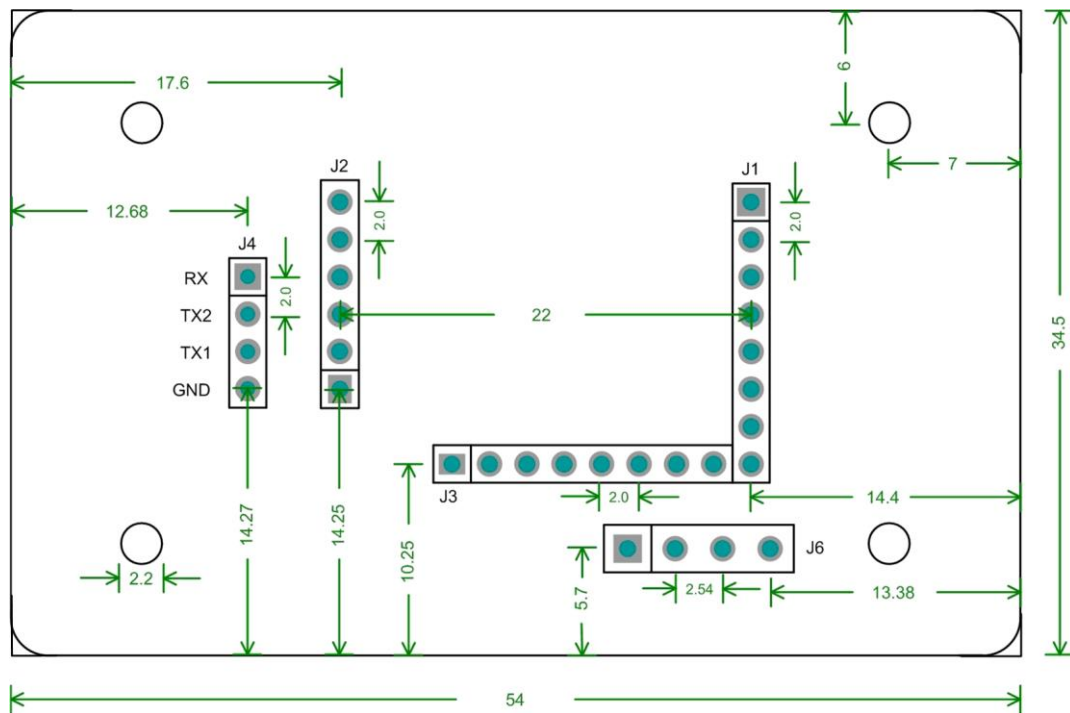

图 1.1 ZLG600A 尺寸图
2.0mm 排针接口 J1、J2、J3、J4 焊盘孔径为：0.7mm；2.54mm 排针接口 J6 焊盘孔径为：0.9mm。ZLG600A 尺寸参考图 1.1